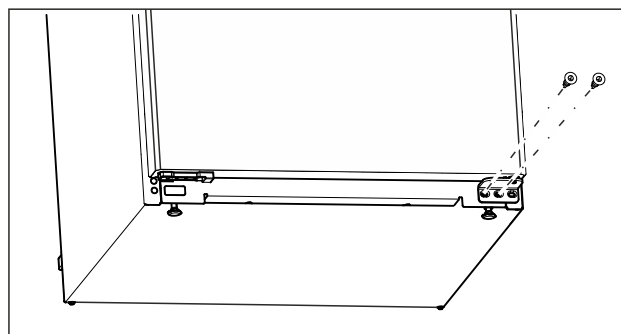

Fig. 6
- ▶ Отвийте централните винтове на долната лагерна стойка с отвертка Torx 20. (виж Fig. 6)
- ▶ Отвийте вътрешните винтове на долната лагерна стойка с отвертка Torx 20. (виж Fig. 6)